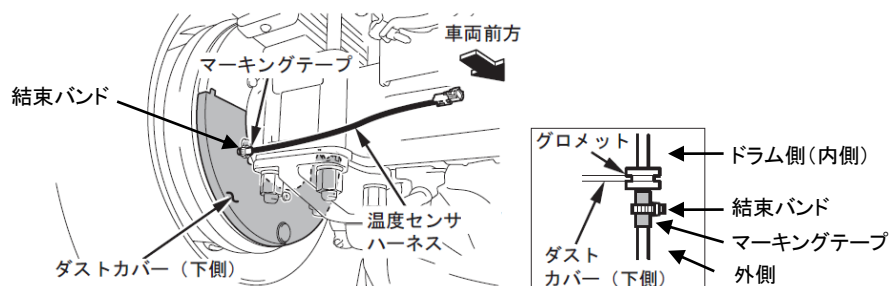

図3 ダストカバー取付状態例
- 1) 下側のダストカバーを取外してください。その際、温度センサハーネスのマーキングテープ位置に巻いてある結束バンドをずらさないように注意してください。この結束バンドはドラム内の温度センサハーネス長さを適切にする役割があります (図3)。
7) ダストカバーにグロメットを取付け、温度センサハーネスのマーキングテープ（結束バンド）がダストカバーの外側にあることを確認し、ダストカバーを取付けてください（図3）。